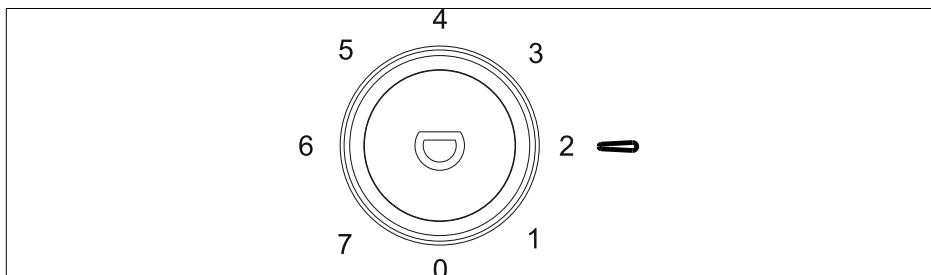

Abb. 20
Es sind 8 Einstellungen des Temperaturreglers (3) möglich (siehe **Abb.20**):
- ▶ Um das Gerät stromlos zu schalten, bringen Sie den Temperaturregler (3) auf Position **0** und ziehen Sie den Netzstecker aus der Steckdose.